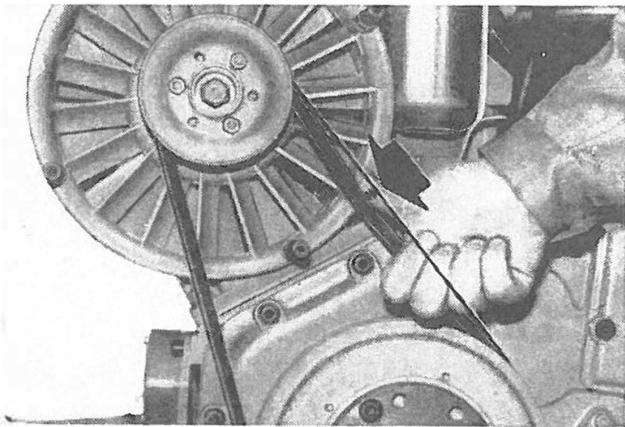

Fig. 101
- Stabilire la tensione delle cinghie della ventola: sotto la pressione del pollice deve flettersi circa 1 cm. (Fig. 101). Registrare a mezzo degli spessori tra le semipuleggie. Curare l'uniformità della tensione delle due cinghie (673/674 - 833/834).
4. Adjust tension of blower belts: under thumb pressure, belt must depress about 1 cm (Fig. 101). Adjustment is made with spacers between half-pulleys. Check double belt tension for uniformity (673/674 - 833/834).
- Régler la tension de la courroie du ventilateur : elle doit fléchir de 1 cm environ sous la pression du doigt (fig.101). Le réglage s'effectue à l'aide de cales d'épaisseur entre les demi-poulies. Veiller à une égale tension des deux courroies (673/674-833/834).